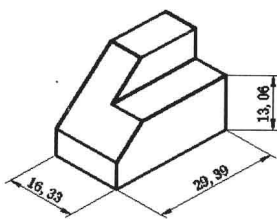
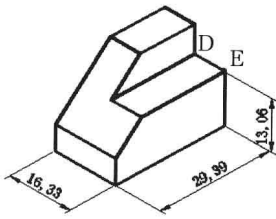

图 7-4-14
图 7-4-15
(11) 单击“对齐”按钮 \swarrow ，标出轴测图侧边高度，如图7-4-14所示。单击“倾斜”按钮 \swarrow ，单击高度标注，按Enter键。捕捉并单击D点和E点，倾斜如图7-4-15所示。